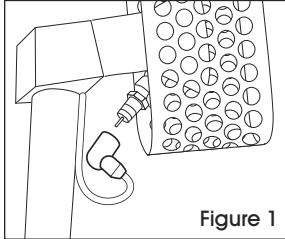

Figure 1
1. Détachez d'abord le connecteur de l'allumeur de la bougie d'allumage à l'avant du pistolet. (Voir Figure 1) Puis, dévissez les deux vis cruciformes situées sur la cage pour détacher la tête du pistolet thermique n° 975.